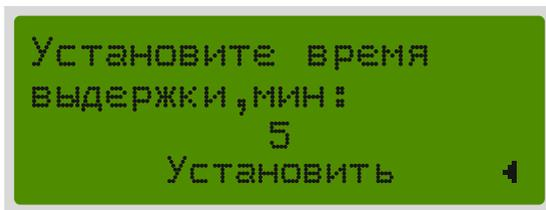

Рисунок 8 – Настройка времени выдержки
10. Выберите пункт «Т выдержки» для настройки продолжительности выдержки СИ после его заполнения промывочной жидкостью (рис. 8). Используйте кнопки ▲ и ▼ для изменения продолжительности. Минимальное время выдержки — 1 минута, максимальное — 10 минут. Подтвердите выбор нажатием кнопки ► . От времени выдержки зависит качество очистки поверхностей СИ промывочной жидкостью. Большее время выдержки позволяет промывочной жидкости дольше контактировать с загрязнением, но увеличивает общее время очистки. Рекомендуется увеличить время выдержки при очистке сильно загрязненных СИ.